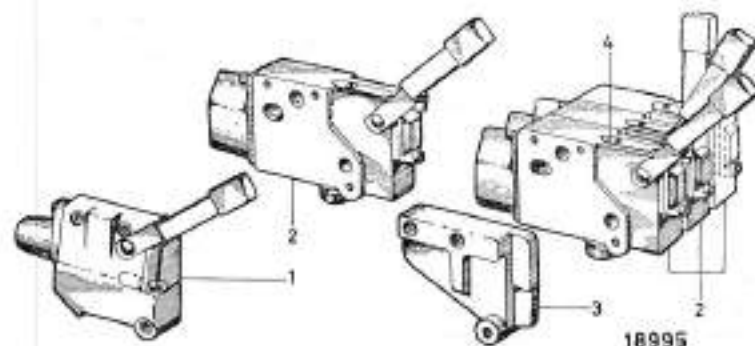

Figure 48
4. raccordement de **3 distributeurs intermédiaires**, le distributeur extérieur recevant alors une plaque d'obturation; cette disposition est parfois inévitable, lorsque l'intégration du distributeur terminal échoue pour une raison d'encombrement. Plaque spéciale d'obturation repère 3 sur fig. 48. (Distributeur complémentaire **spécial** pour la commande d'une barre faucheuse à positionnement et entraînement hydrauliques)